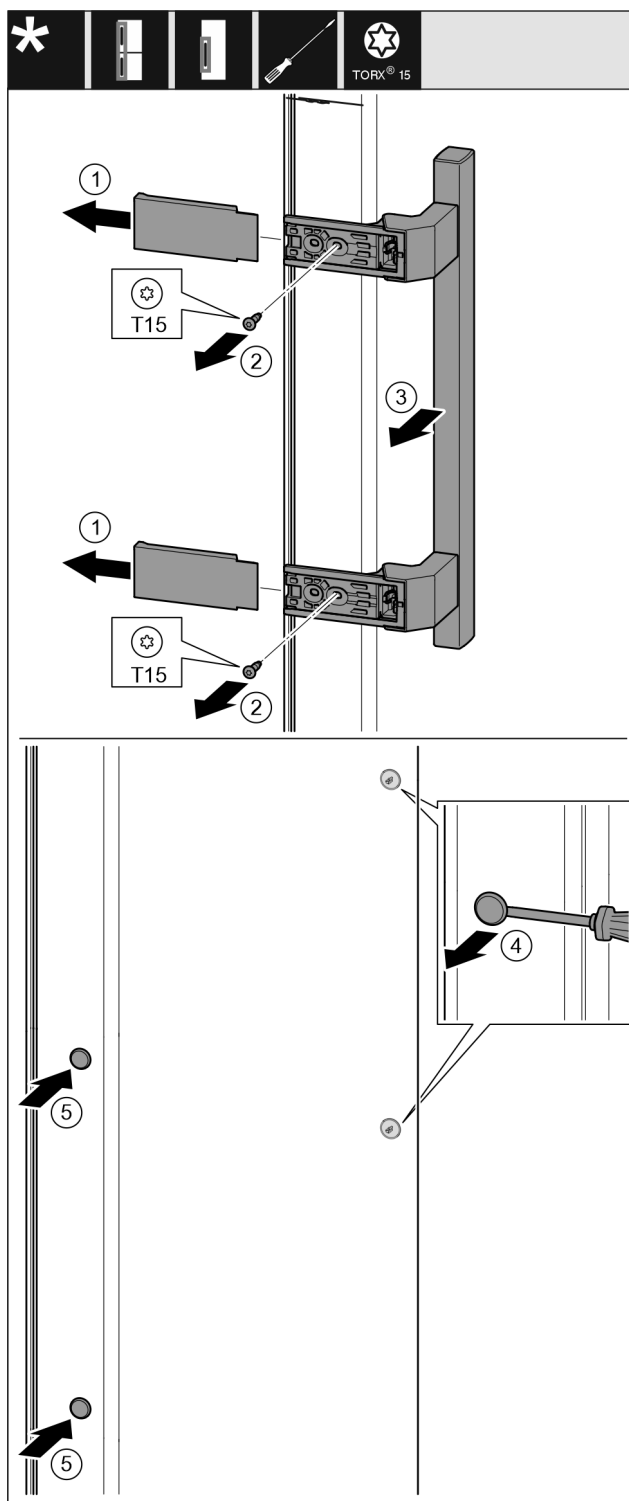

Fig. 10
- ▶ Zdjąć osłonę. Fig. 10 (1)
- ▶ Wykręcić śruby śrubokrętem Torx 15. Fig. 10 (2)
- ▶ Zdjąć uchwyt. Fig. 10 (3)
- ▶ Podważyć ostrożnie boczną zatyczkę śrubokrętem i wyjąć. Fig. 10 (4)
- ▶ Założyć ponownie zatyczkę z drugiej strony. Fig. 10 (5)